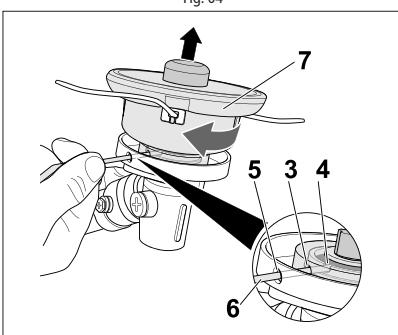

Fig. 05
- Insira a chave Allen (6), nos orifícios (5), (3) e (4), para travar o conjunto [Fig. 05].